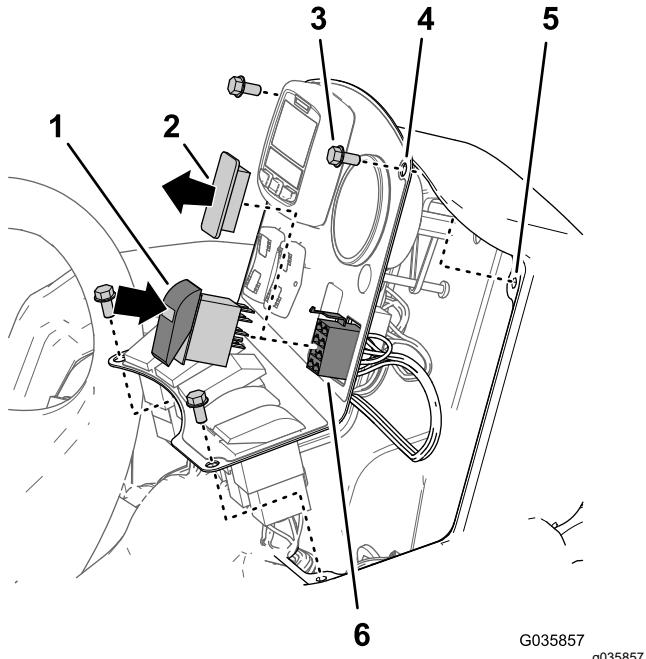

Figura 36
- Se montati, rimuovete i 4 bulloni a testa flangiata ($\frac{1}{4}$ " x $\frac{1}{2}$ ") che fissano il coperchio del pannello alla consolle, come illustrato nella Figura 36.
- Rimuovete il tappo dell'interruttore dalla plancia della consolle (Figura 36).
- Inserite il connettore a 8 prese del cablaggio preassemblato del kit di finitura Ultra Sonic Boom nell'apertura del pannello di controllo (Figura 36).
- Collegate il connettore a 8 prese del cablaggio preassemblato del kit di finitura Ultra Sonic Boom indicato come SONIC MODE MANUAL VS. AUTO all'interruttore a bilanciere (Figura 36).
- Inserite l'interruttore a bilanciere nell'apertura della plancia fino a quando l'interruttore non scatta saldamente in posizione (Figura 36).
- Allineate i fori nella plancia con i fori nella parte superiore della consolle (Figura 36).
- Fissate il pannello alla consolle con i bulloni (Figura 36) rimossi al passaggio 1.